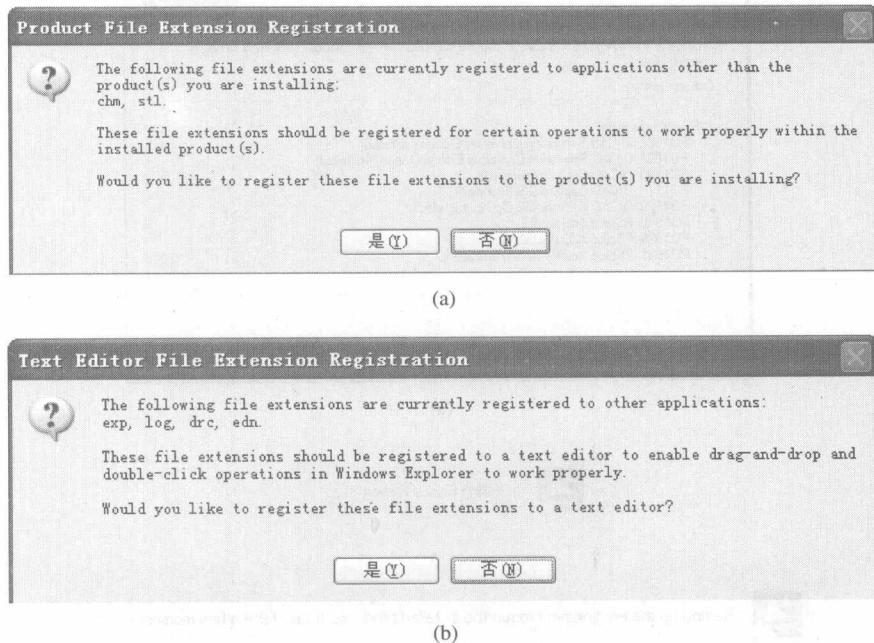

图 1.2.13 产品文件及文本文件额外注册提示界面
(10) 在安装过程中，会弹出如图 1.2.13 所示产品文件及文本文件额外注册提示界面，分别单击“是”按钮。